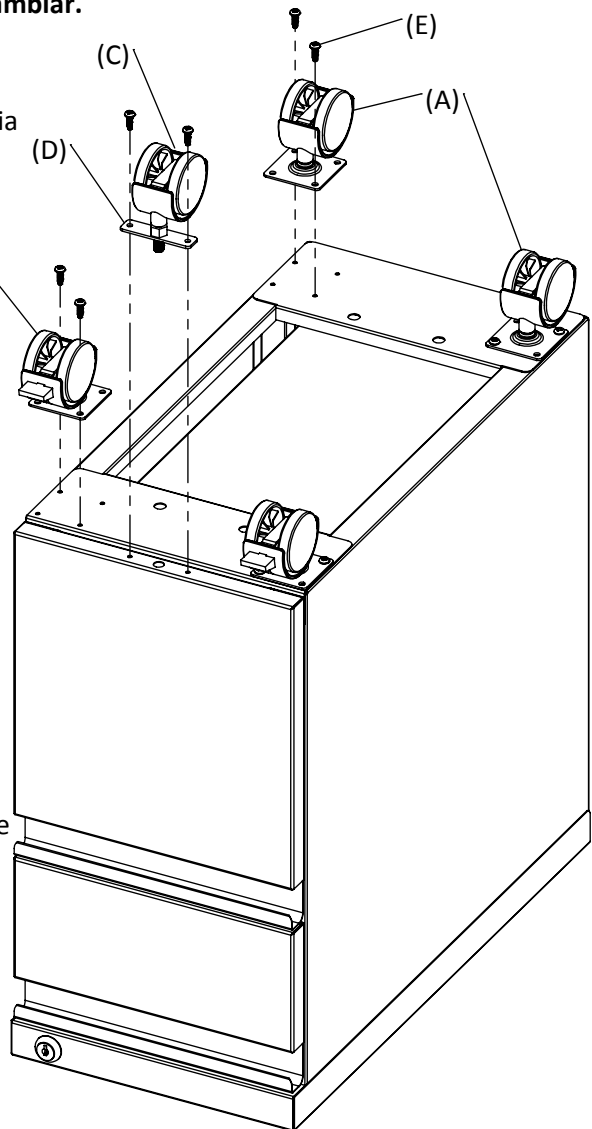

Figura 1 - Ensamble de ruedas en gabinete
PASO 2 - Rueda giratoria (A):
- Aline los orificios de atornillado de la rueda giratoria (A) con los orificios de atornillado en la cara inferior trasera del gabinete. (Figura 1)
- Ensamble colocando dos tornillos (E) utilizando un destornillador de punta de cruz. Coloque los tornillos en esquinas opuestas.
PASO 3 - Rueda giratoria con freno (B):
- Aline las perforaciones de atornillado de la rueda giratoria con freno(B) con las perforaciones de atornillado en la cara inferior frontal del gabinete. (Figura 1)
- Ensamble colocando dos tornillos (E) utilizando un destornillador con punta de cruz. Coloque los tornillos en esquinas opuestas.
PASO 4 - Rueda giratoria con vástago roscado (C):
- Aline las perforaciones de atornillado de la placa de montaje (D) y rueda giratoria del cajón (C) ensamblando a los orificios del la parte inferior del frente de cajón. (Figura 1)
- Instale los dos tornillos (E) utilizando un destornillador con punta de cruz.